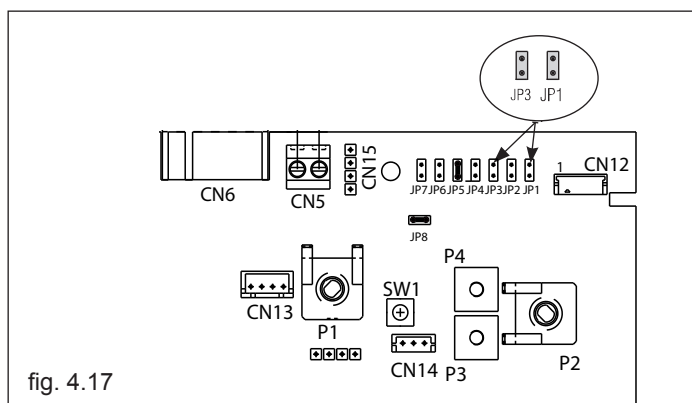

fig. 4.17
- inserire i jumper JP1 e JP3 (fig. 4.17).